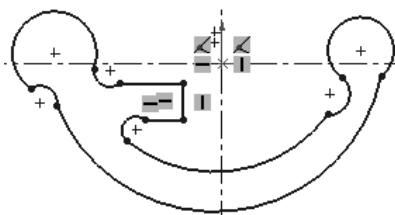

图 2.14.3 绘制草图实体大概轮廓
Step 2 在图形区绘制图 2.14.3 所示的草图实体大概轮廓。